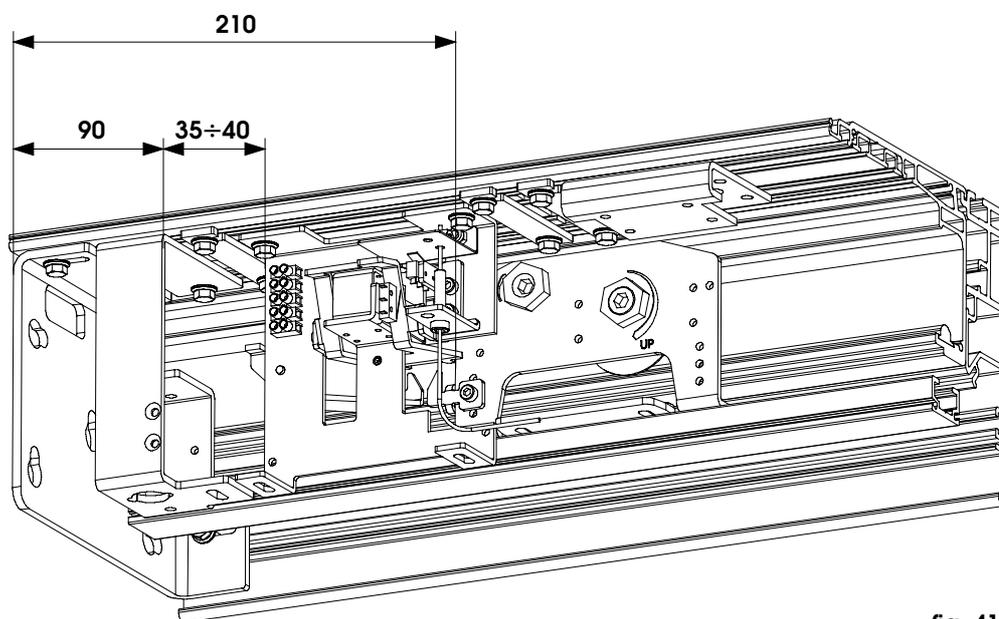

fig. 41
- Il chiavistello per anta singola è assemblato ad un pezzo di profilo di azionamento e viene fissato alla traversa utilizzando 2 staffe; per il posizionamento riferirsi a fig. 40 (porta senza staffe laterali) e fig. 41 (porta con staffe laterali).